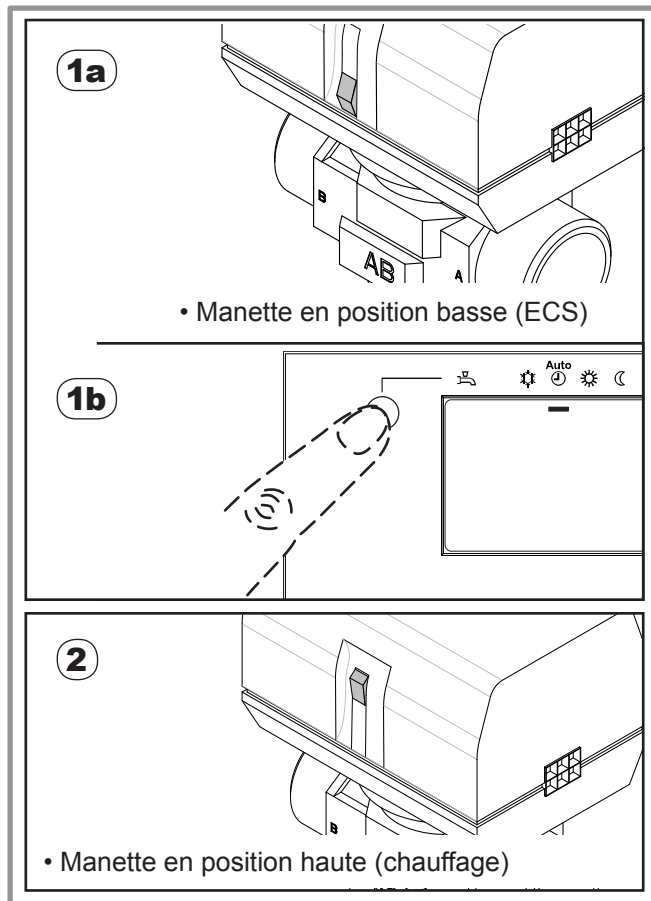

figure 3 - Vanne directionnelle en position chauffage
- **1a** - Si la manette de la vanne directionnelle est en position basse (position ECS) (figure 3) :
• **1a** - La manette de la vanne directionnelle doit être en position basse (position ECS) (figure 3).